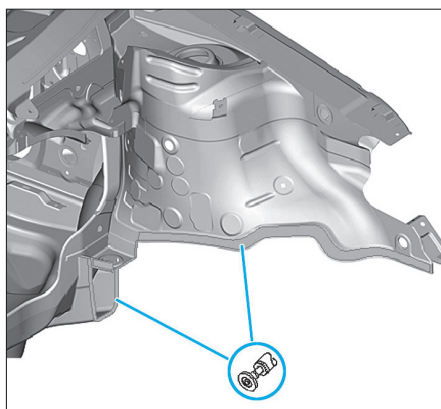

FIG. 20
- Retirer les morceaux de tôle restants (Fig.20).